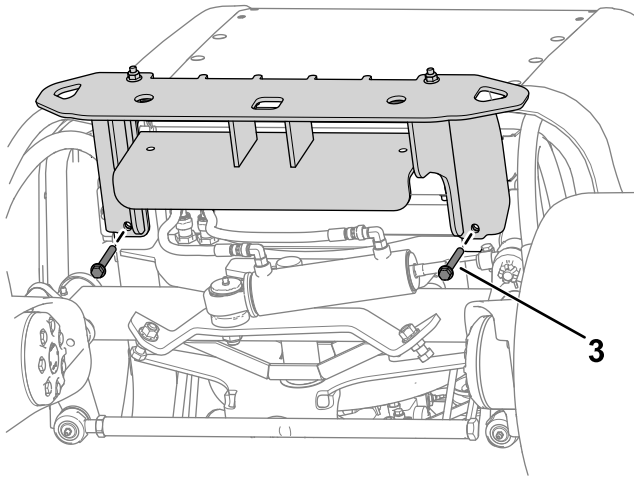

Figure 16
2. Fixez légèrement la partie supérieure du pare-chocs au cadre de la machine à l'aide de 4 boulons ($\frac{3}{8}$ " x 3 $\frac{1}{4}$ ") et 4 écrous ($\frac{3}{8}$ "), comme montré à la Figure 16.
- 3. Fixez légèrement le pare-chocs sous le cadre de la machine à l'aide de 2 boulons ($\frac{3}{8}$ " x 3") et 2 écrous ($\frac{3}{8}$ "), comme montré à la Figure 16.